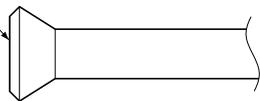

Рис. 22
- При присоединении гайки раструба нанесите сложноефирное синтетическое масло или любую жидкую смазку внутри раструба и до завинчивания поверните гайку 3-4 раза вручную. (См. рис. 22)